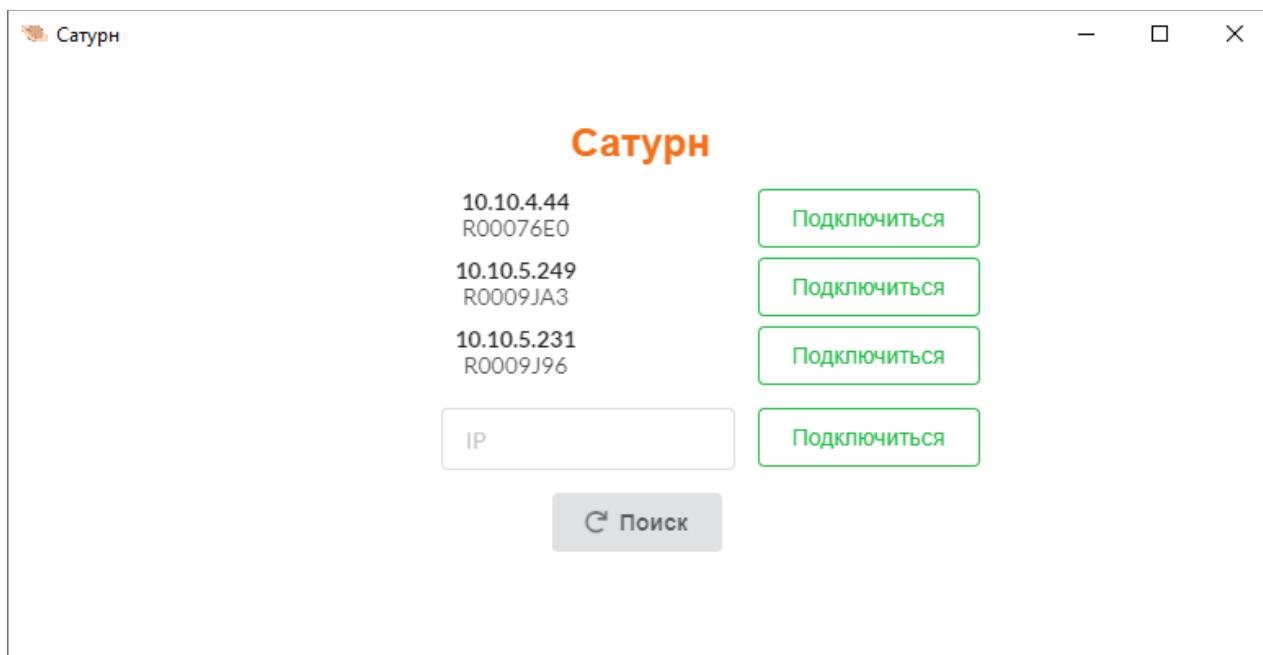

Рисунок 3.10 – Внешний вид стартового окна программного обеспечения
Стартовое окно программного обеспечения позволяет найти доступные станки и подключиться к ним, Рисунок 3.10.
- 5) **Выйти** - переход к стартовому окну программного обеспечения, Рисунок 3.10